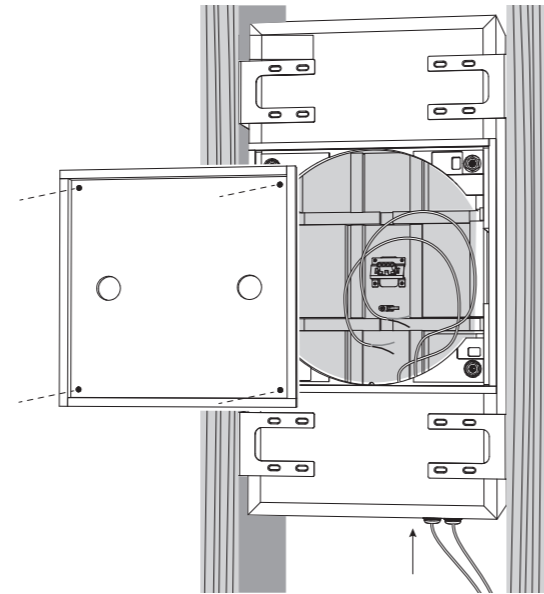

Fig. 3. Speaker Wire Installation.
1. Entfernen Sie die Abdeckung von der hinteren Dose, indem Sie die vier Schrauben lösen, mit denen sie befestigt ist (Abb. 3).
2. Installieren Sie das Lautsprecherkabel durch eine der Kabelverschraubungen und lassen Sie genügend Spiel, um die Verbindungen herzustellen (Abb. 3). Ziehen Sie die Kabelverschraubung fest und binden Sie das Lautsprecherkabel fest, um zu verhindern, dass es sich im Betrieb bewegt und klappert. Stellen Sie sicher, dass das Lautsprecherkabel nicht mit Nägeln oder Schrauben in Kontakt kommt, die die Isolierung beschädigen könnten. Eine zweite Kabelverschraubung ermöglicht die Installation eines zweiten Lautsprecherkabels.